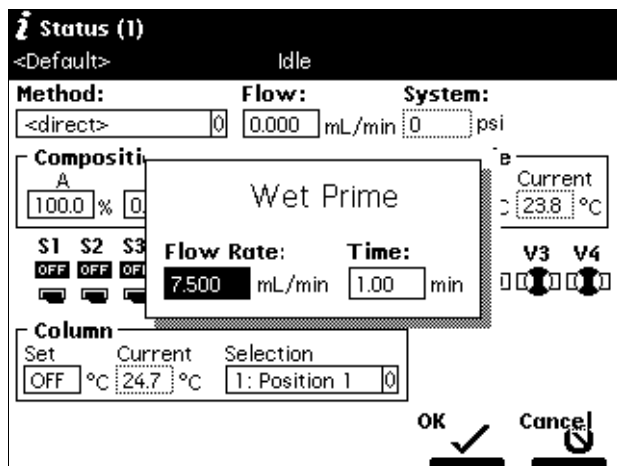

图 4-10 湿灌注对话框
3. 选择 **Wet Prime（湿灌注）**，然后按 **Enter**。出现 Wet Prime（湿灌注）对话框（图 4-10）。
4. 选择 **Wet Prime**（湿灌注），然后按 **Enter**。出现 **Wet Prime**（湿灌注）对话框（图 4-10）。